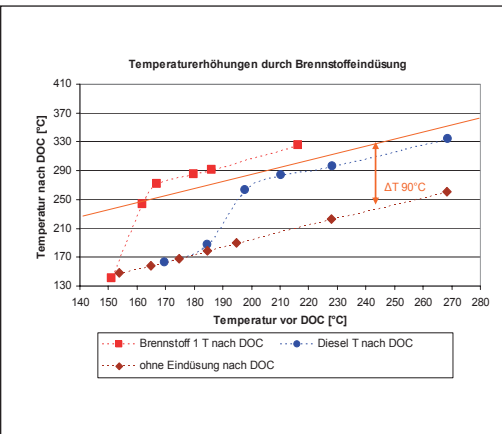

Abb. 2: Anspringtemperatur mit dem Testkatalysator.
ständiger Umsatz des eingedüsten Brennstoffes) erreicht (siehe Abb. 2). Um zu sehen, ob durch die Brennstoffeindüsung nicht zusätzlich Emissionen von Kohlenwasserstoffen (HC) auftreten, wurden die HC-Emissionen mit einem FID gemessen. Auch hier zeigte sich wieder ein deutlicher Vorteil der verwendeten Brennstoffe gegenüber Diesel. Während beim Einsatz von Diesel hohe HC-Emissionen gemessen wurden, waren beim Eindüsen von Glykol die HC-Emissionen nicht höher als ohne Brennstoffeindüsung (siehe Abb. 3).